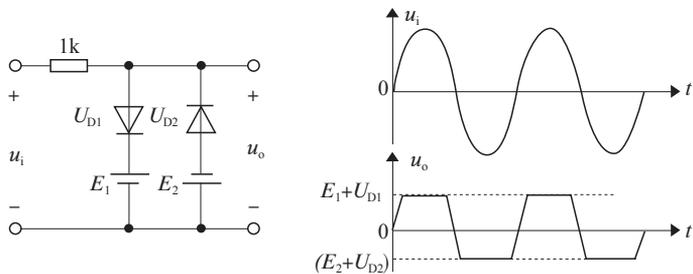

图 1-22 二极管的双向限幅电路
①整形, 如削去输出波形顶部或底部的干扰;
②波形变换, 如将输出信号中的正脉冲削去, 只留下其中的负脉冲;
③过压保护, 如强的输出信号或干扰有可能损坏某个部件时, 可在这个部件前接入限幅电路。限幅电路按功能分为上限限幅电路、下限限幅电路和双向限幅电路三种。在上限限幅电路中, 当输入信号电压低于某一事先设计好的上限电压时, 输出电压将随输入电压而增减; 但当输入电压达到或超过上限电压时, 输出电压将保持为一个固定值, 不再随输入电压而变, 这样, 信号幅度即在输出端受到限制。同样, 下限限幅电路在输入电压低于某一下限电平时产生限幅作用。双向限幅电路则在输入电压过高或过低的两个方向上均产生限幅作用, 如图 1-22 所示。